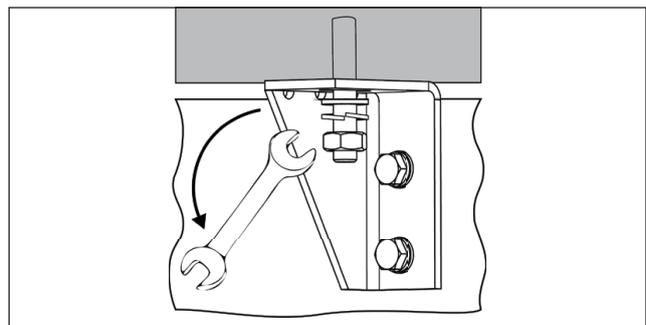

Abb. 9.3
3. Befestigen Sie den Luftkühler an den dafür vorgesehenen Befestigungsbohrungen. Ziehen Sie die Befestigungsschrauben ausreichend fest an. Sichern Sie die Muttern mit einer Schraubensicherung, die das Lösen der Verbindungen verhindert. Die Muttern müssen gleich fest angezogen werden, damit eine gleichmäßige Lastenverteilung auf alle Befestigungspunkte erfolgt. Anzugsmomente für Schraubverbindungen sind zu beachten (Abb. 9.3).